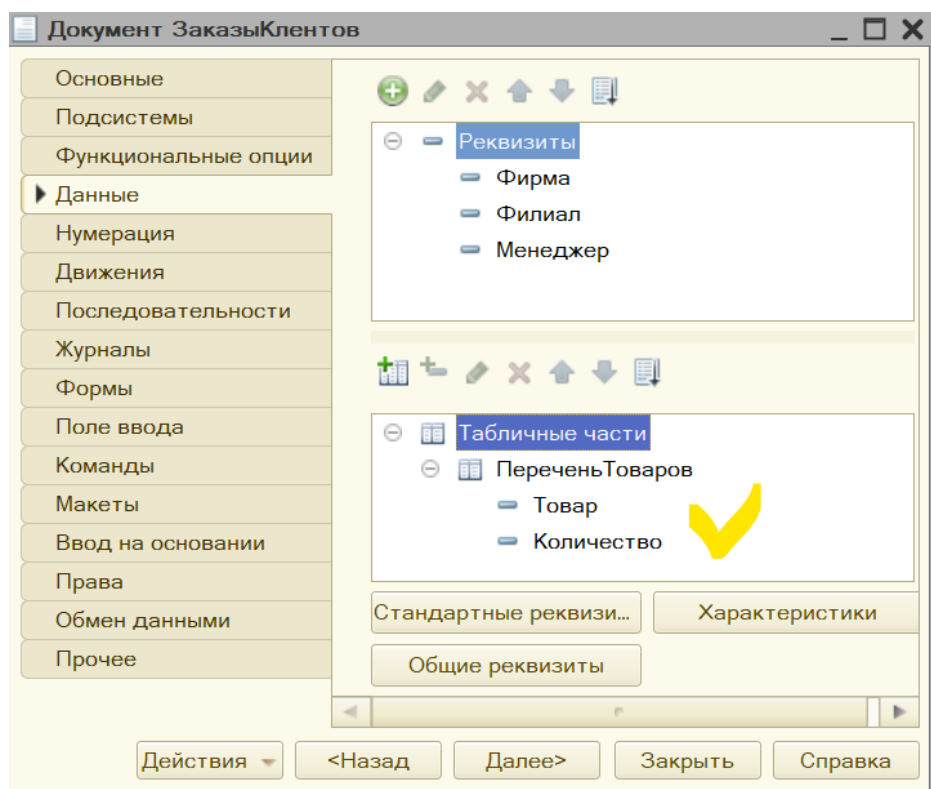

Рис. 5.2. Вкладка Данные документа «ЗаказыКлиентов»
3. На вкладке «Данные» отредактируем реквизиты документа, а именно удалим реквизиты табличной части документа «ЦенаПоступления», «Цена» и «Сумма». В табличной части оставляем только «Товар» и «Количество» (рис. 5.2).